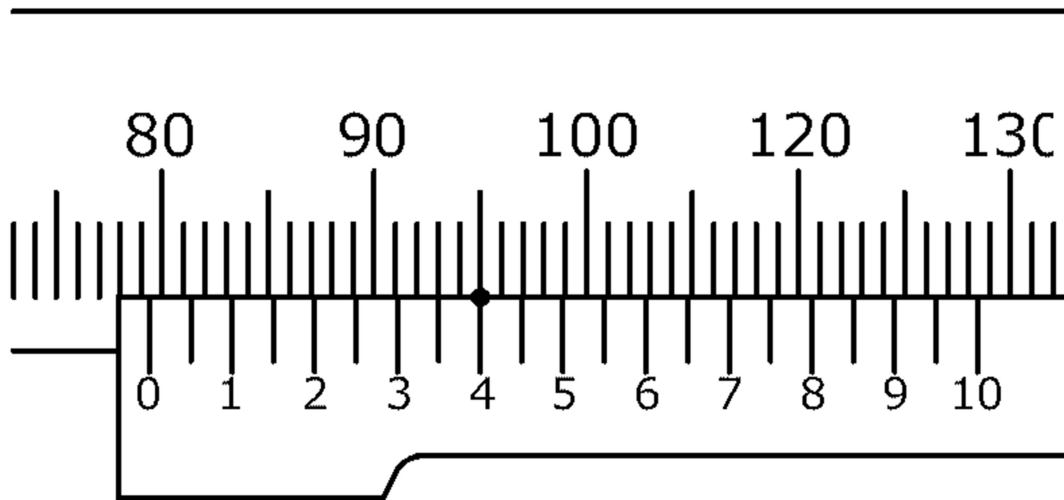

図 6-1
設問 6 次の (1) ～ (4) の図 6-1 ～図 6-4 に示す各種測定機器の目盛りを読み取り、その値を答えなさい。ただし、●印を合致点とし、解答の単位は mm とする。